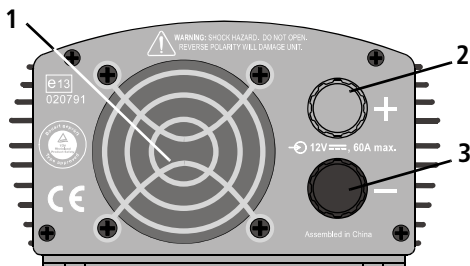
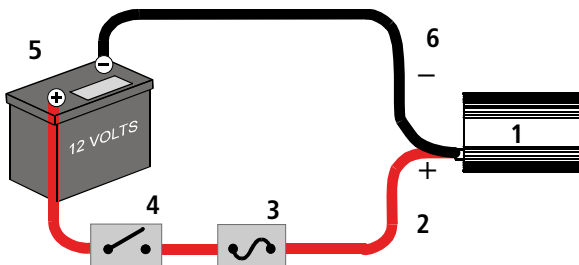

Figure 2 Panneau CC sur le XPower 500
Figure 3 Raccordement câblé du XPower 500 à une batterie de 12 volts
Ventilateur Le ventilateur (voir Figure 2) se met en marche quand une charge CA égale ou supérieure à 100 watts est branchée.
Référez-vous à la Figure 2 et à la Figure 3 quand vous connectez le convertisseur.
Vous pourrez voir une installation câblée dans la Figure 3.
3. Installez un fusible automobile de 80 ampères et un commutateur à 80 ampères sur le câble positif (rouge), tout près de l'extrémité qui sera attachée à la batterie. Voir Figure 3. L'interrupteur vous permet de déconnecter le courant CC si vous avez besoin de remplacer le fusible en ligne. Soudez et isolez les connexions comme indiqué dans l'étape 2 mentionnée ci-dessus.
Si vous avez besoin de remplacer le fusible en ligne (voir Figure 3), fermez l'interrupteur en ligne afin de déconnecter le courant CC.